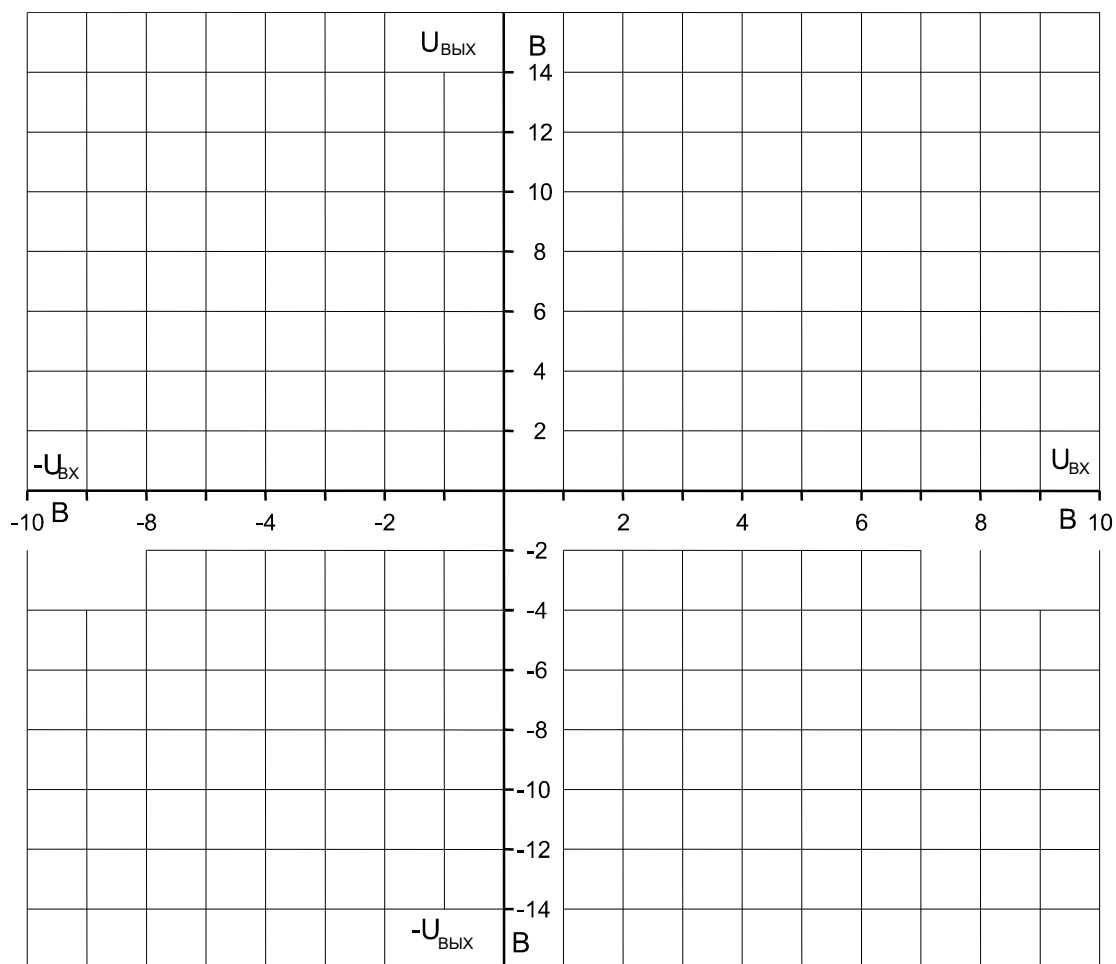

Рис. 7.23
- На графике (рис. 7.23) постройте кривые зависимостей $U_{ВЫХ}(U_{ВХ})$ при различных сопротивлениях отрицательной обратной связи $R_{ОС}$.